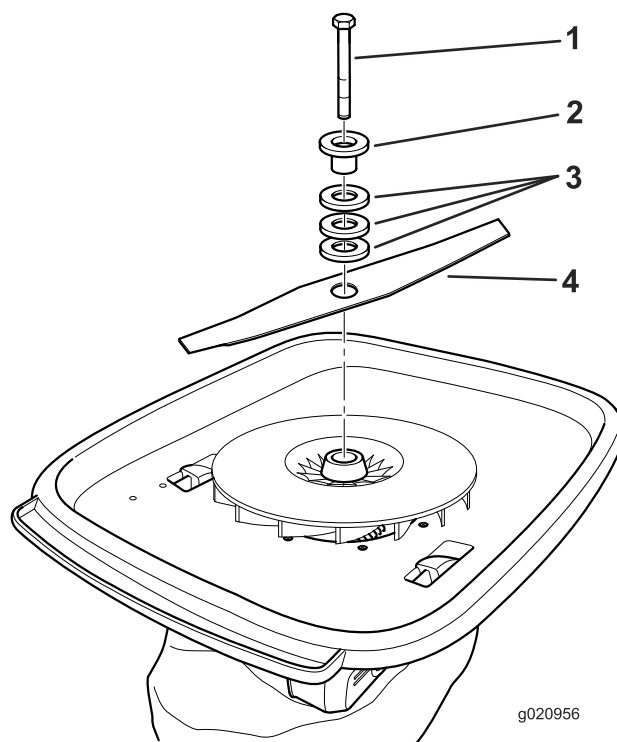

Bild 2
3. Montieren Sie das Messer mit der beiliegenden Messerschraube und den aufbewahrten Distanzstücken und Befestigungsschrauben, wie in Bild 2 abgebildet. Die Schritte für die Höheneinstellung Sie in der *Bedienungsanleitung*.